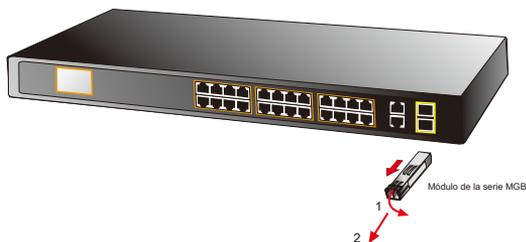

Figura 3-5: Cómo sacar el transceptor SFP
4. Extraiga el módulo con cuidado a través de la palanca, como muestra la Figura 3-5.